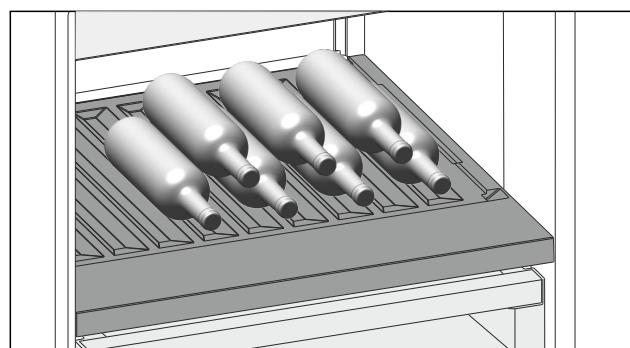

Fig. 110
- ▶ Бутылки укладывайте дном к задней стенке. (см. Fig. 110)